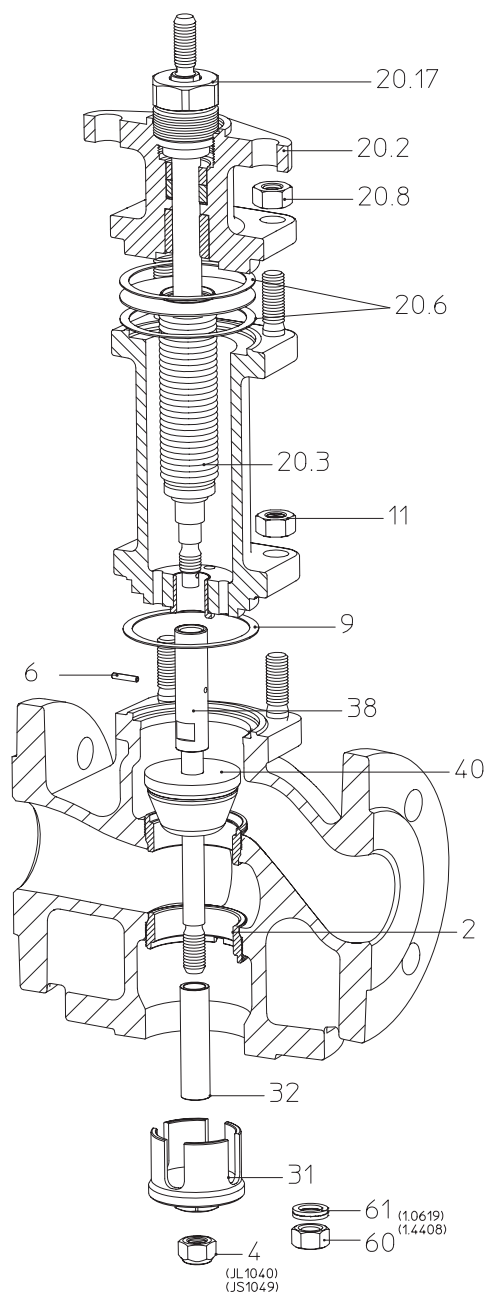

Fig. 18: Serie 451 DN15-150 con otturatore deviatore
- Svitare il premistoppa (pos. 20.17) o il dado a risvolto (pos. 20.16) di circa un giro.
- Svitare la sede inferiore (pos. 2) (rispettare il punto 7.2) - non necessario per versione con otturatore deviatore (Fig. 18, Fig. 19).
- Svitare il dado (pos. 4 e 60) controtenendo (asta in alto).
- Smontare l'otturatore (pos. 3 e 31).